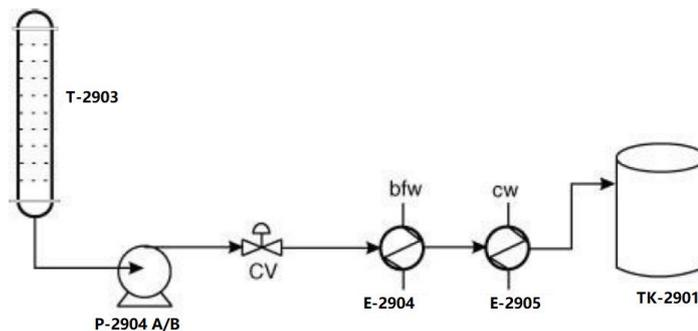
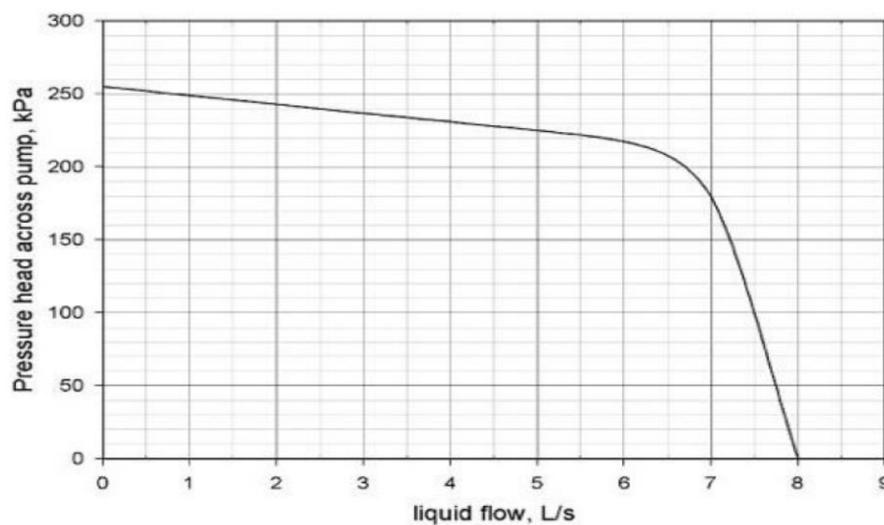

Figura 3. Curva de la bomba P-2904
Figura 4. Curva de la bomba P-2904
2. El producto de fondo de una columna de destilación es bombeado a través de dos intercambiadores de calor para recuperación de energía y entonces enviado a un tanque de almacenamiento atmosférico. El sistema es mostrado en la Figura 3. La curva de la bomba para P-2904A/B es mostrado en la Figura 4. En las condiciones de diseño el flujo a través de la bomba es 5 L/s, la presión en T-2903 es 200 kPa y la pérdida de energía por fricción para el fluido de proceso a través de la línea y de los intercambiadores de calor, pero excluyendo la válvula de control, es 250 kPa. Para este caso se puede asumir que la diferencia de altura entre el nivel del líquido en T-2903 y TK-2901 es despreciable.